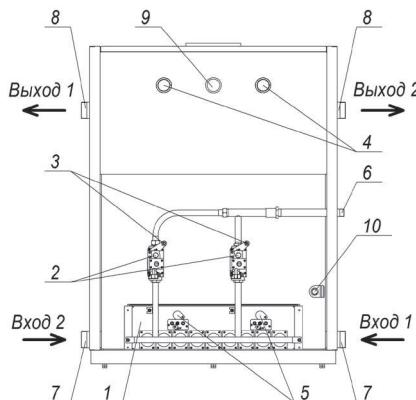

Рис. 1.2.
* Подключение отопительной воды следует производить только одинично согласно рис. 1.2.